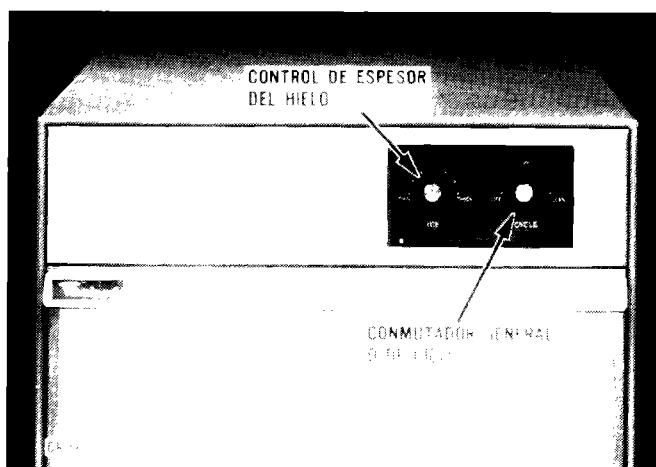

FIGURA 1 — COMUTADOR GENERAL
La máquina ha sido ajustada en fábrica para producir hielo de aproximadamente 13 mm de espesor. El espesor se puede aumentar o disminuir ajustando convenientemente el control de espesor (Figura 1), aunque el mejor rendimiento se obtendrá con un espesor de 13 mm.
1. Poner el conmutador general (*Figura 1*), en la posición „OFF“ (parada).